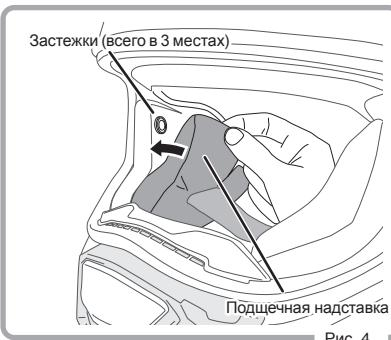

Рис. 4
- 3-4. Вставьте прокладочный материал вдоль канта. (Рис. 4)
5. Застегните 3 застежки-кнопки. (Рис. 4)